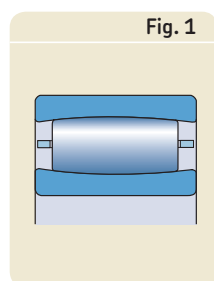

Fig. 1 CARB toroidrullager med hållare
CARB toroidrullager med en håldiameter på upp till ca 120 mm, som har monterats med fast passning på axeln, kan demonteras med en avdragare. Avdragarens klor anbringas direkt mot sidplanet på den ring som ska demonteras (→ **fig. 1**). Genom att vrida runt avdragarens spindel demonteras lagret enkelt från det cylindriska sätet.
- med hållare (→ **fig. 1**)